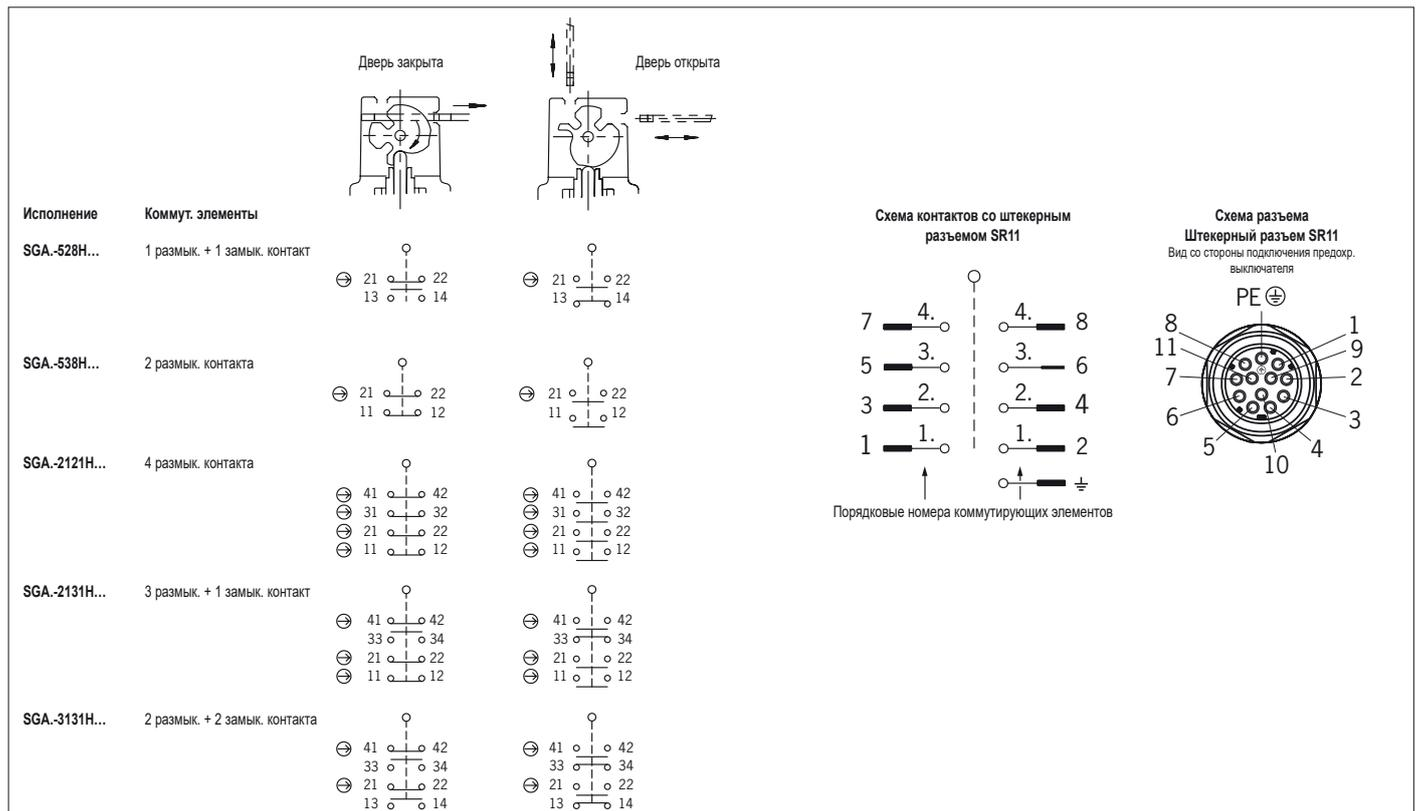

Рис. 2. Коммутирующие элементы и функции переключения
Необходимо использовать минимум один контакт \rightarrow . Он сигнализирует о положении защитного устройства (схему контактов см. на Рис. 2).
3. Затем подсоединить и затянуть клеммы с моментом затяжки 0,5 Нм (см. схему контактов на Рис. 2).